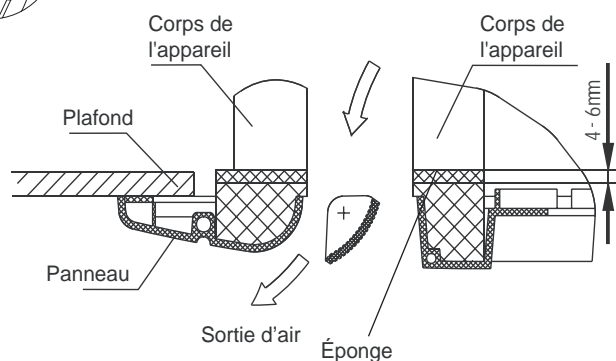

Fig.25
4. Ajustez les 4 boulons pour maintenir le panneau horizontal, fermez les boulons jusqu'à ce que l'épaisseur de l'éponge entre le corps et le panneau soit réduite à environ 4 ~ 6mm.(fig.25)
6. Fermez les boulons sous les crochets du panneau, jusqu'à ce que l'épaisseur de l'éponge entre le corps et le panneau soit réduite à environ 4 ~ 6mm. (fig.25)